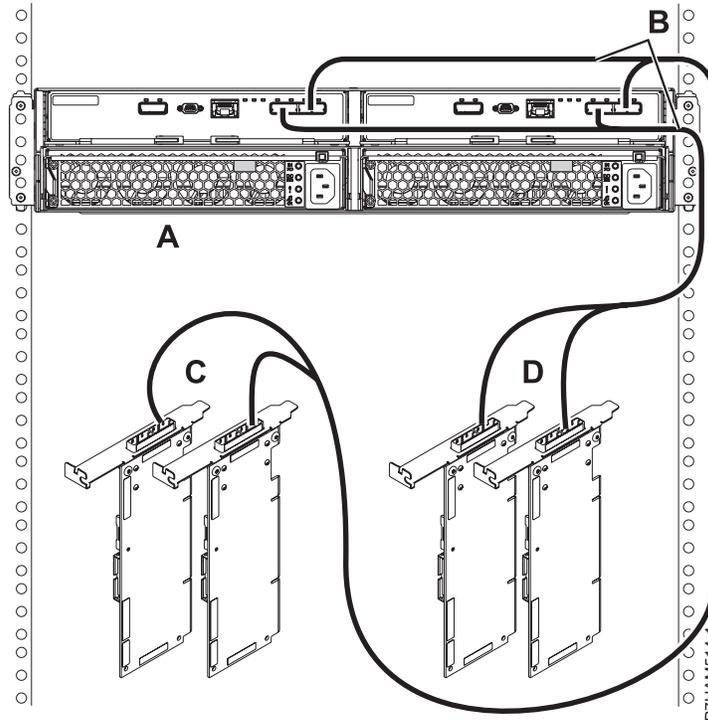

Figure 42. Mode 2 de connexion d'un boîtier d'unité de disque 58/87 via des câbles X à deux paires d'adaptateurs SAS
16. Effectuez la connexion de mode 2 d'un boîtier d'unité de disque 58/87 (A) via des câbles X (B) à deux paires d'adaptateurs SAS, comme illustré dans la figure 42, à la page 80.
- Chaque adaptateur SAS de la paire 1 (C) peut accéder à l'autre adaptateur, ainsi qu'aux baies d'unité D1 à D12.
- Chaque adaptateur SAS de la paire 2 (D) peut accéder à l'autre adaptateur, ainsi qu'aux baies d'unité D13 à D24.